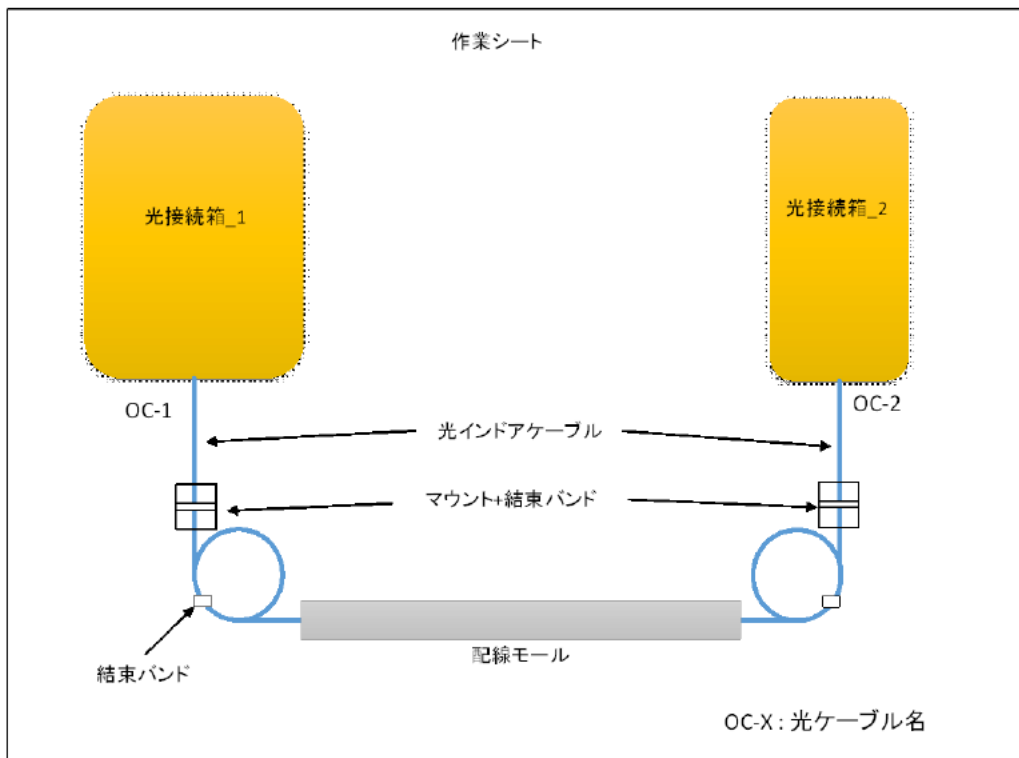

図1 配置図 (例)
- ・ 各ケーブルの両端及び光接続箱に識別ラベルを取り付ける。ラベルは、図 1 に記載のケーブル名及び光接続箱名とする。